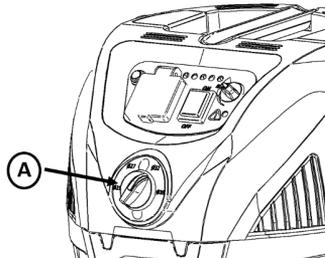

Fig. 15
Per gli aspiratori della classe M e H occorre regolare il diametro del tubo flessibile del preselettore presente sulla macchina. Ciò può avvenire con l'interruttore (A) rappresentato nella Fig. 15.